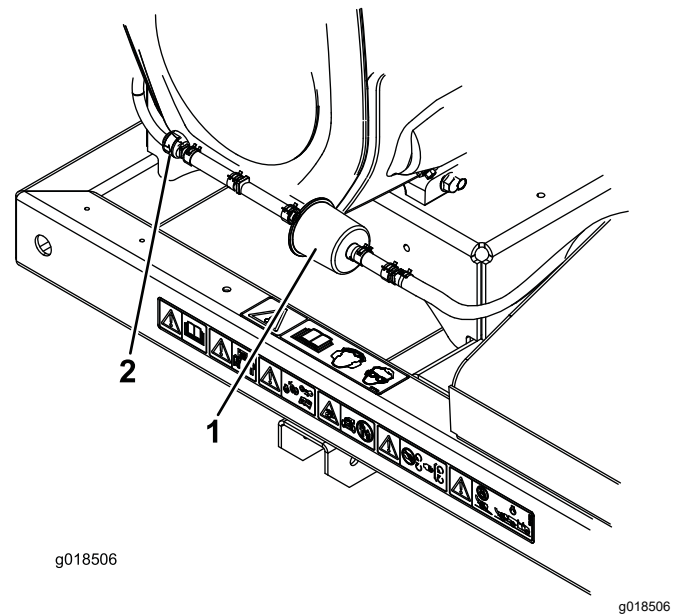

Figure 21
2. Éloignez du filtre les colliers de flexible à ressort de chaque côté du filtre à charbon actif de tuyau de purge (Figure 21).
3. Déposez le filtre à charbon actif et mettez-le au rebut (Figure 21).
4. Posez un filtre neuf dans le flexible en dirigeant la flèche vers le clapet antiretour et fixez-le en place avec les colliers (Figure 21).